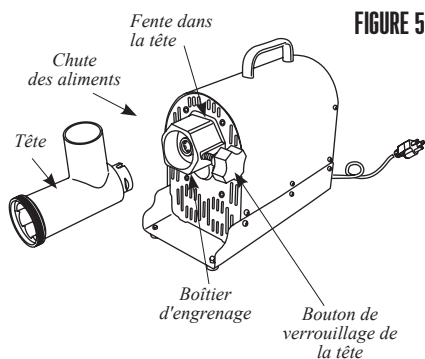

FIGURE 5
1. Insérer la tête dans le boîtier d'engrenage avec la chute d'aliment de la tête faisant face toute droite. Il faut aligner la fente de la tête avec la goupille à l'intérieur du boîtier d'engrenages. S'assurer que la tête est correctement logée dans le boîtier d'engrenages (FIGURE 5).